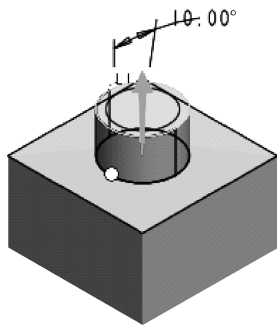

图 7-72 拔模反向
(6) 单击【拔模角度】组合框右侧的【反转拖动方向】按钮，将拔模方向变为相反方向，如图 7-72 所示。